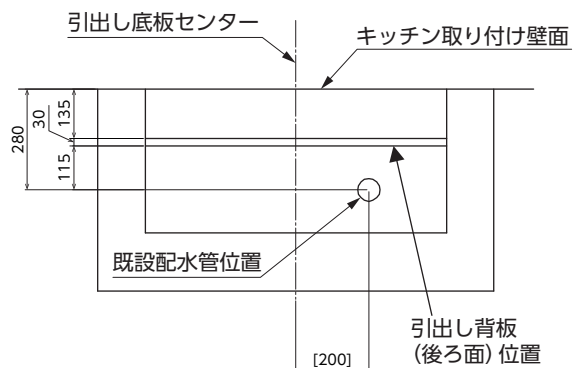

図1 排水管立上げ位置 (例)
本設置説明書では、図1 (タイプA) の場合を例に説明します。
- 図1の排水管立上げ位置 (壁面から280mm) の場合、以下の寸法を加減して130mm (底板切り欠き寸法) となります。